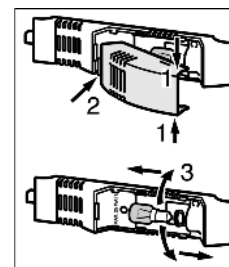

Fig. 17
- ▶ Хванете отгоре и отдолу *Fig. 17 (1)* капака на лампата.
- ▶ Извадете отзад и откачете *Fig. 17 (2)* капака на лампата.
- ▶ Сменете лампата *Fig. 17 (3)*.